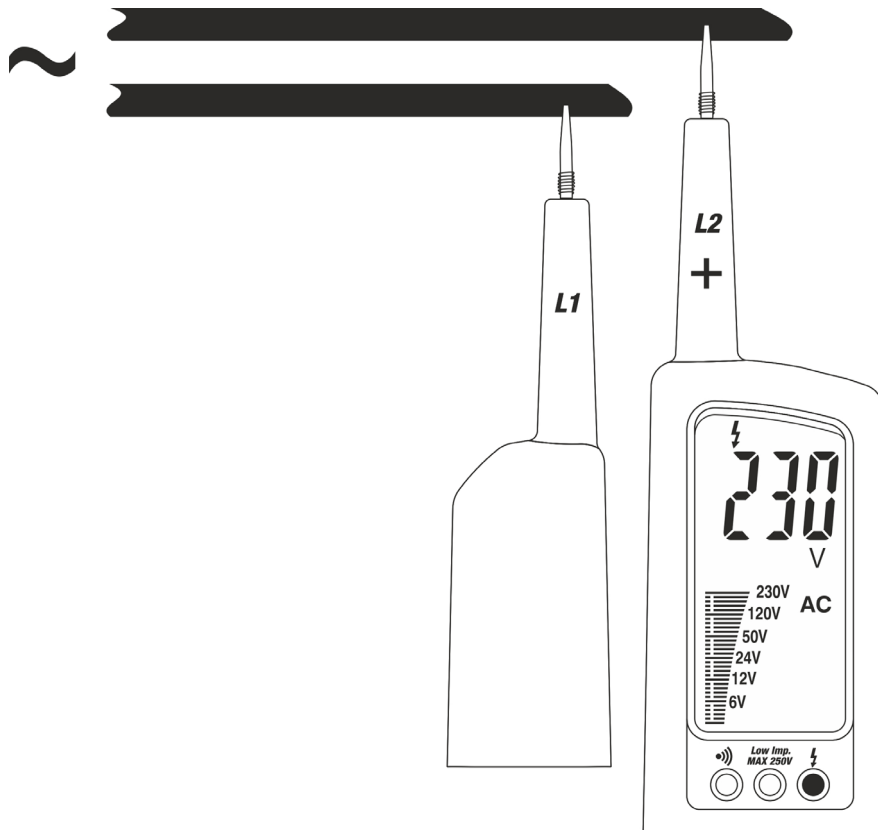

Abb. 3 AC-Spannungsmessung
2. Verbinden Sie die Prüfspitzen **L1** und **L2** mit dem zu messenden Objekt (siehe Abb. 3)